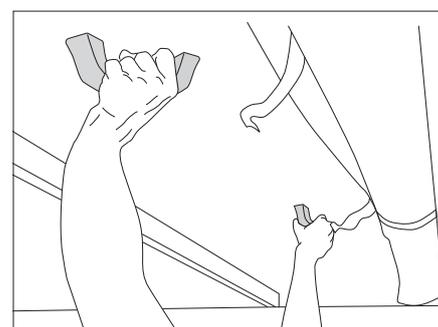

Fig. 12 Sollevamento del tetto sollevabile
- Spingere il tetto sollevabile verso l'alto con ambedue le mani (Fig. 12).